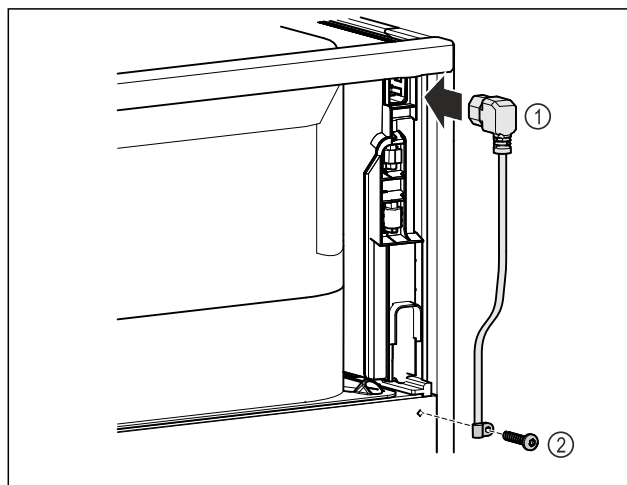

Fig. 9
- ▶ Netsnoer Fig. 9 (1) in de koudapparaatbus aan de achterkant van het apparaat steken.
- ▶ Trekontlasting monteren. Fig. 9 (2)